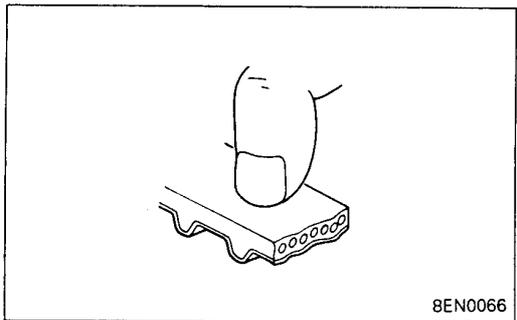

Рис. 11.5
- (1) Тыльная сторона ремня затвердевшая. Зубья ремня залоснились, ремень не эластичен и при нажатии ногтем на ремень на нем не остается след (рис. 11.5)
- (2) Трещины в разных местах.
- (3) Трещины и отслаивание покровного слоя.
- (4) Трещины у основания зуба.
- (5) Трещины на боковых поверхностях ремня.
- (6) Повышенный износ боковин ремня. Боковины считаются изношенными, если на них появились торчащие нити.
- (7) Повышенный износ зубьев.